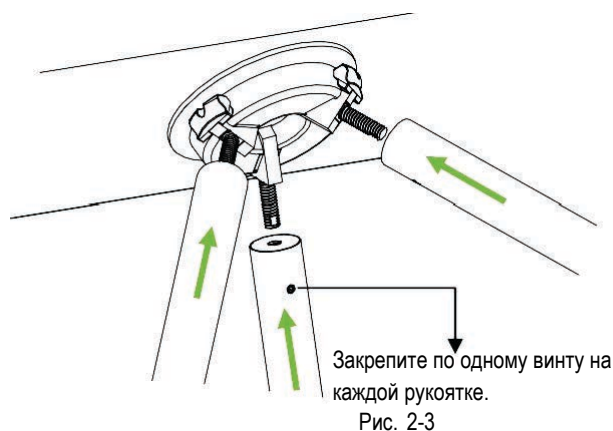

Рис. 2-3
2. Закрутите преграждающие планки. Используйте шестигранный ключ, чтобы закрепить по одному винту на каждой планке, как показано на рис. 2-3.